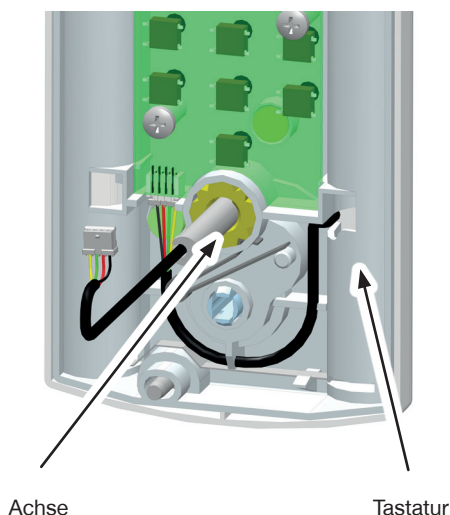

Bild 4
5. Fädeln Sie das Kabel in die Achse ein (Bild 4).